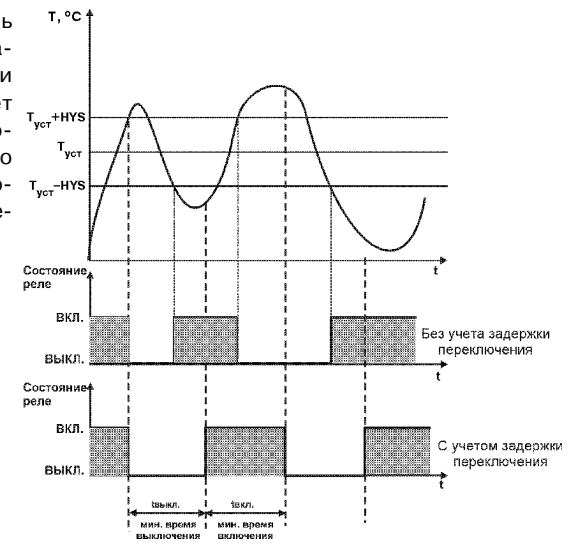

Рис. 8
3.1.5.1.3. Для ЛУ может быть задано минимальное время удержания выхода в замкнутом и разомкнутом состояниях. ЛУ может удерживать выход в соответствующем состоянии в течение заданного в времени, даже если по логике работы устройства сравнения требуется переключение (рис. 8).